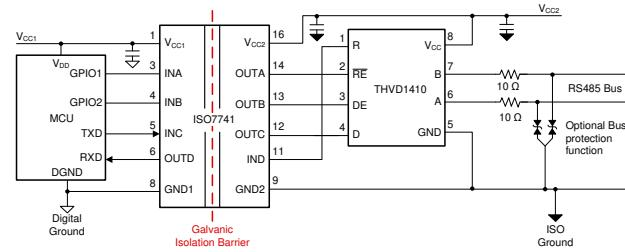
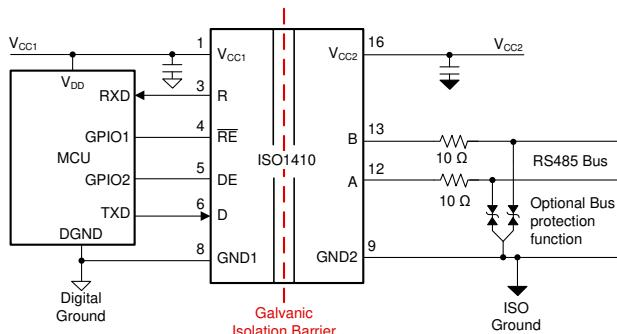

図 1. ISO7741 と THVD1410 を使用した絶縁型 RS-485 のディスクリート実装
図 2. ISO1410 を使用した絶縁型 RS-485 の統合設計
RS-485 システムの信号を絶縁するには、一般的な方法が 2 つあります。1 つ目の方法は、デジタルアイソレータと RS-485 トランシーバを使用するディスクリート設計です。この設計では、イネーブル (RE, DE) 信号、送信 (D) 信号、および受信 (R) 信号は、MCU と RS-485 トランシーバの間に ISO7741 などのデジタルアイソレータを使用して絶縁します。図 1 に、ISO7741 と THVD1410 などの RS-485 トランシーバを使用したこの設計の例を示します。ディスクリート設計の主な利点の 1 つは、特定のアプリケーションに最適なトランシーバを選択できる柔軟性です。ただし、ディスクリート設計は、マルチチップ設計であるため、追加の基板面積が必要となるという欠点があります。
この設計は、アイソレータとトランシーバを 1 つのパッケージに統合することで、ディスクリート設計よりもシステムレベルの基板面積を削減できます。図 2 に、図 1 のディスクリート設計を ISO1410 に置き換える方法を示します。